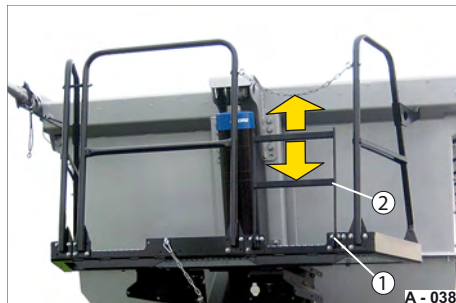

Abb. 48 Aufstiegsleiter in Fahrstellung
- ▶ Heben Sie die Aufstiegsleiter (Abb. 48/2) senkrecht hoch. Die Aufstiegsleiter ist aus der Arretierung (Abb. 48/1) entsichert.
- ▶ Senken Sie diese gleichzeitig in die Arretierung ab. Die Aufstiegsleiter ist gesichert (siehe Abb. 48).